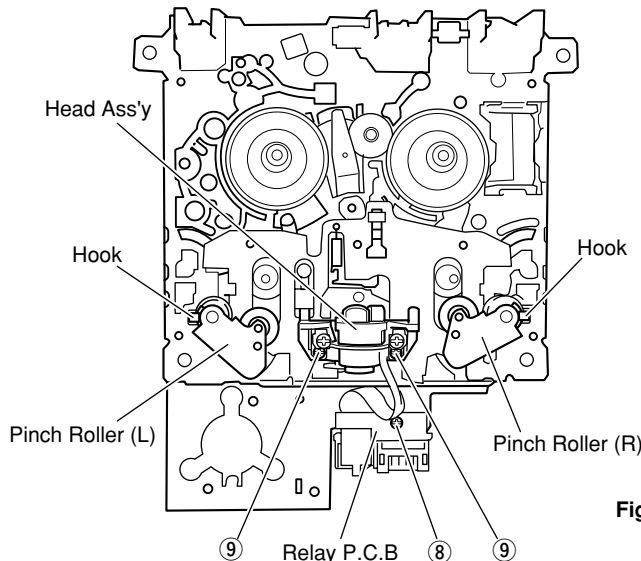

Fig. 4
Detach the hook and then remove the Pinch Roller in Fig. 4.
- フックを外し、ピンチローラーを外します。(Fig. 4)
- a. Remove 1 screw (⑧) and then remove the Relay P.C.B. in Fig. 4.
- b. Remove 2 screws (⑨) and then remove the Head Ass'y in Fig. 4.
- a. ⑧のネジ1本を外し、Relay P.C.B.を外します。(Fig. 4)
- b. ⑨のネジ2本を外し、ヘッドを外します。(Fig. 4)